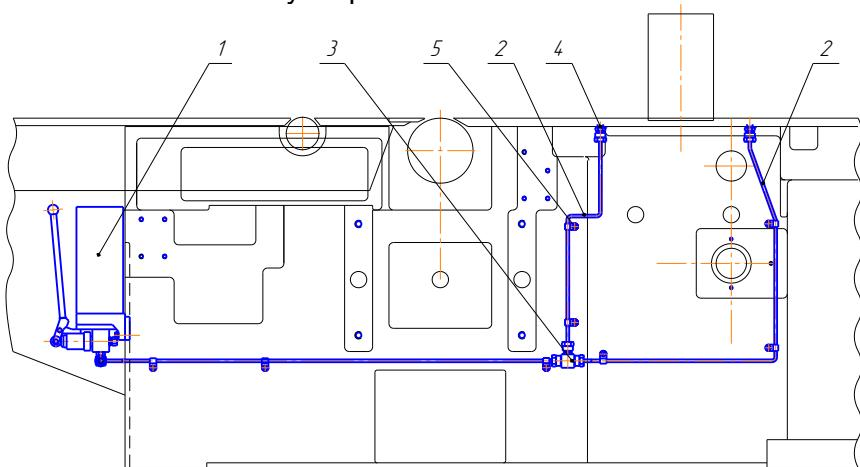

Рис. 25. Схема смазки столов станка
10.10.1. Система смазки показана на рис. 25 и состоит из ручной смазочной станции PRD-13 код. 00.123.1 поз. 1, трубок рилсановых 6 x 1, поз. 2, соединительных элементов, поз. 3, и смазочных штуцеров, поз. 4.